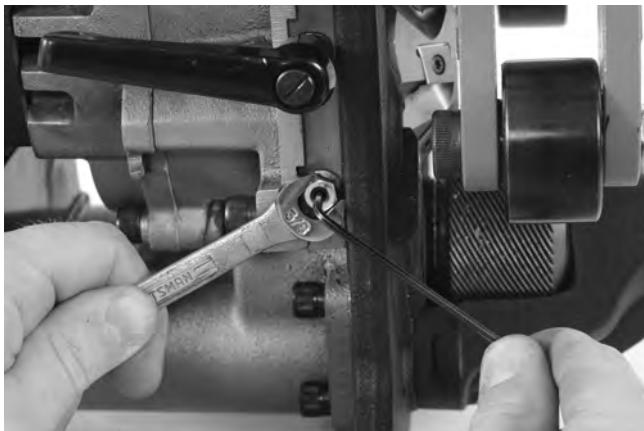

Figura 27 – Ajuste de la placa de deslizamiento
5. Mantenga bloqueados los tornillos de montaje con la llave hexagonal y luego apriete las contratuerzas (*Figura 27*).